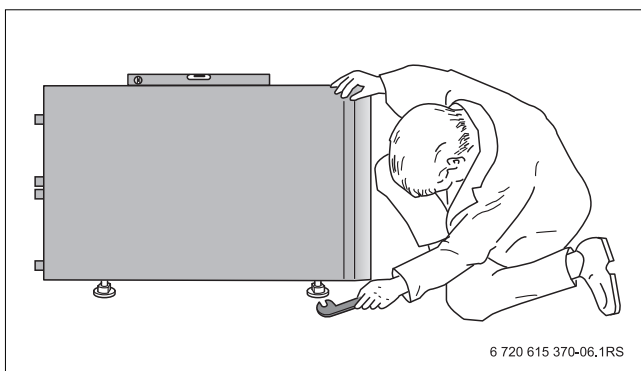

Afb. 5 Minimale afstandsmaten tot aan de muur (in mm)
Neem bij de opstelling van de warmwaterboiler de minimale afstanden voor montage en onderhoud in acht (→ afbeelding 5). Neem hiervoor ook de minimale montageafstanden van de cv-ketel in acht. Voor de vervanging van de magnesiumanode (bij onderhoud) is er voldoende vrije ruimte (→ tabel 5, pagina 26) voor de warmwaterboiler nodig.
- Respecteer de minimale afstanden tot de muur (→ afbeelding 5).